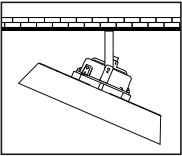

Рис. 5
- 5.12.4 Извлеките боковые винты из кронштейна, произведите регулировку осветительного прибора на необходимый угол (рис. 5), установите винты и надежно затяните их.